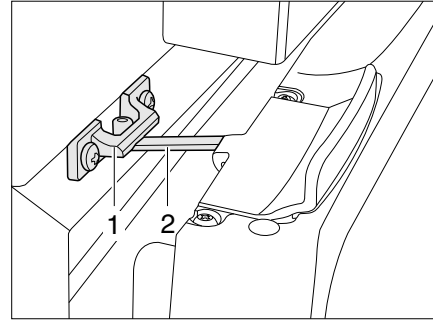

Bild 144 Kühlschranktür in Lüftungsstellung (Thetford)
- Verriegelung (Bild 144,2) aufklappen und in der Verriegelungsaufnahme (Bild 144,1) einrasten. Die Kühlschranktür bleibt damit leicht geöffnet.